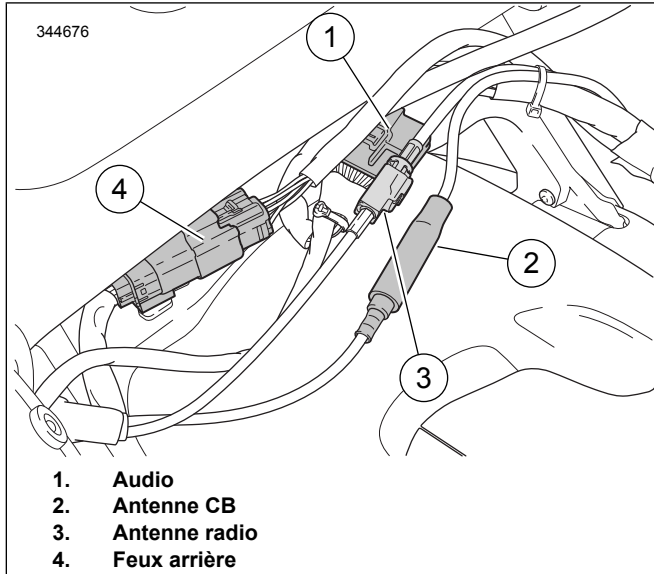

Figure 2. Connecteurs du Tour-Pak
- a. Consultez Figure 2 . Séparer les connecteurs électriques.